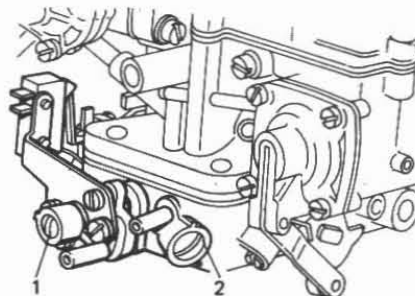

Fig. 2-87. Tornillos de regulación del sistema de ralentí del carburador 2107-1107010:
Los elementos de la regulación de las revoluciones de ralentí del motor incluyen el tornillo 2 (fig. 2-87), el cual determina la calidad de la mezcla, y el tornillo 1, que regula la cantidad de la mezcla. Para que el propietario del automóvil no altere la regulación de fábrica, en los tornillos están embutidos casquillos de plástico limitadores, los cuales permiten girar los tornillos solamente en media vuelta.
- instale con el tornillo 1 (véase fig. 2-87), por el tacómetro del banco de pruebas, la frecuencia de rotación del cigüeñal de $820-900 \text{ min}^{-1}$;